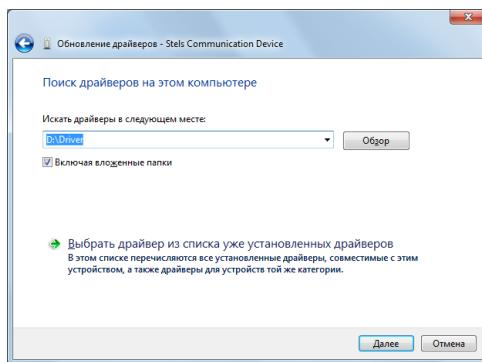

Рис. 5.5. Выбор пути к папке Driver
5. В открывшемся окне поиска драйверов укажите путь к папке Driver на компакт-диске из комплекта поставки или к папке, в которую драйвер был загружен с веб-сайта ООО «НПП «Стелс», и нажмите кнопку **Далее** (рис. 5.5).